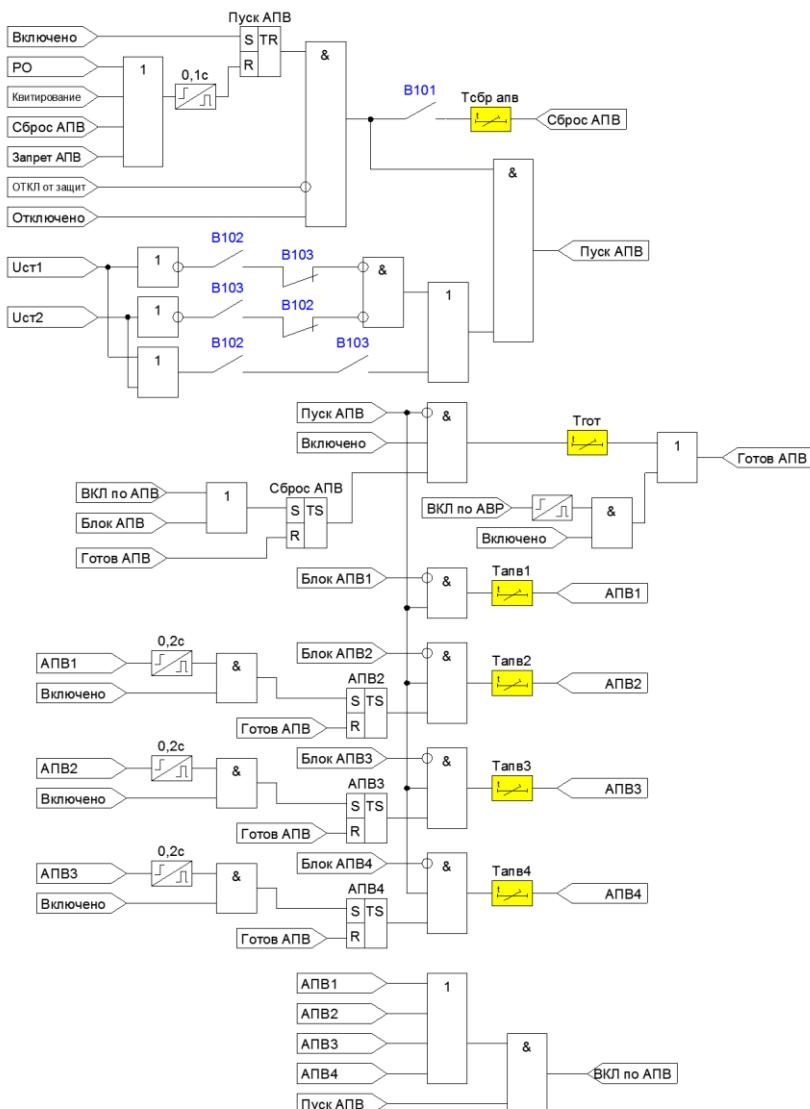

Рисунок 4.2.3 – Функциональная схема пуска и работы АПВ
- после включения ВВ набрана задержка времени готовности, появился сигнал готовности и выключатель продолжает оставаться включенным (Рисунок 4.2.3);